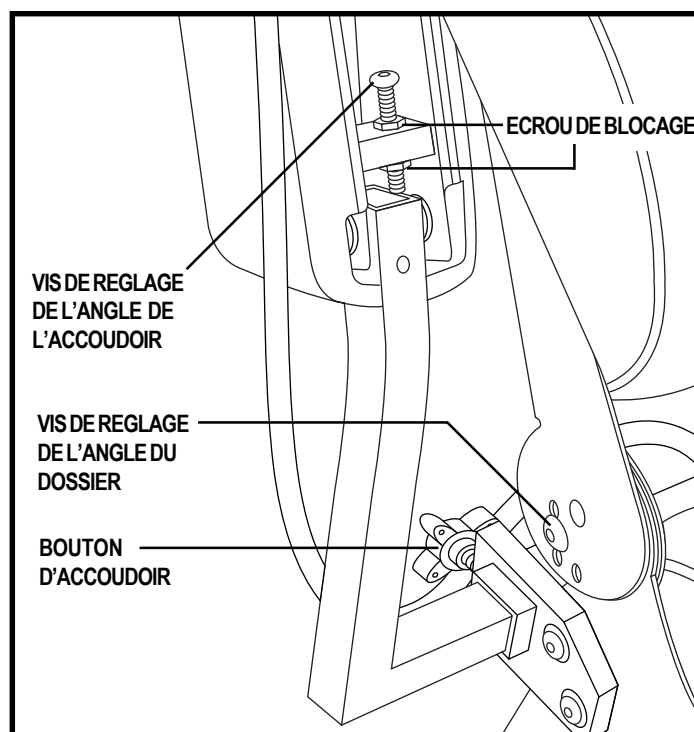

Figure 15. Réglage de l'angle du dossier
1. Retirez les vis de réglages des charnières du siège. Voir la figure 15.
1. Trouvez les boutons de réglages, un de chaque côté sur les supports d'accoudoirs. Voir la figure 15.
2. Desserrez les boutons (2).
1. Soulevez l'accoudoir à la verticale perpendiculairement au sol. Voir la figure 15.